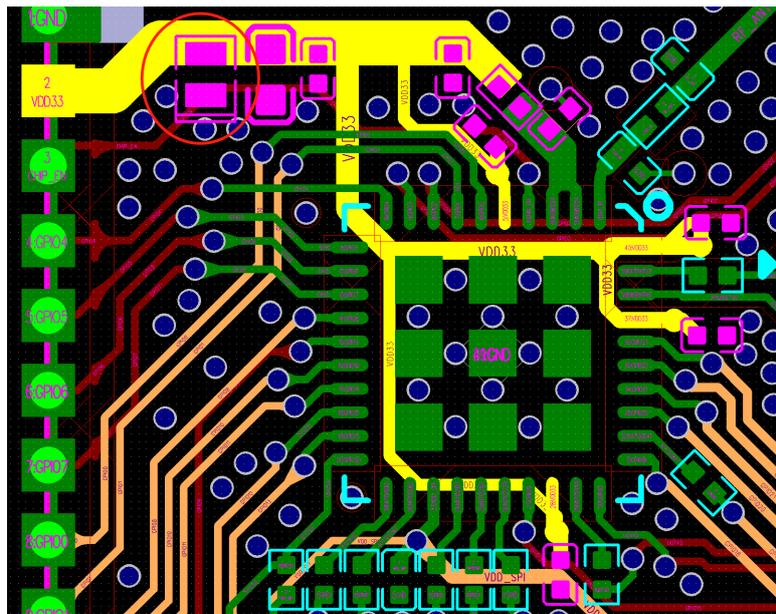

图 17: ESP32-C6 系列芯片四层板电源设计
- 图 17 中黄色高亮信号线即为 3.3 V 电源走线。主干电源走线的线宽建议至少 25 mil，模拟电源 VDDA3P3 分支电源走线建议至少 20 mil，其他分支电源走线建议 10 mil。
- 图 17 左上半部分中红色圆圈标示的是 ESD 保护管，需靠近电源端口放置。电源走线进入芯片前需添加一个 10 μF 电容，该电容可与 0.1 或 1 μF 电容搭配使用。而后电源走线可在此分支，进行星形走线，减少不同电源管脚之间的耦合。所有的去耦电容请靠近对应电源管脚放置，去耦电容的接地管脚请靠近打地孔，保证较短的返回路径。
图 17 中因为模拟电源 VDDA3P3 和芯片电源入口接近（图 17 中电源入口为黄色高亮标注的 VDD33 起点），因此把模拟电源上和电源入口处的 10 μF 电容合并了。如果芯片电源入口不靠近 VDDA3P3 管脚，请在芯片电源入口处和模拟电源 VDDA3P3 处都添加一个 10 μF 电容，有空间的话可以再预留一个 1 μF 电容。
- 如图 17 所示，如需在模组背面添加散热焊盘 EPAD，建议对 EPAD 进行多宫格处理，间隙处盖油墨，而地孔则打在间隙处。这样可以有效地改善模组 EPAD 焊接至底板时的漏锡问题。